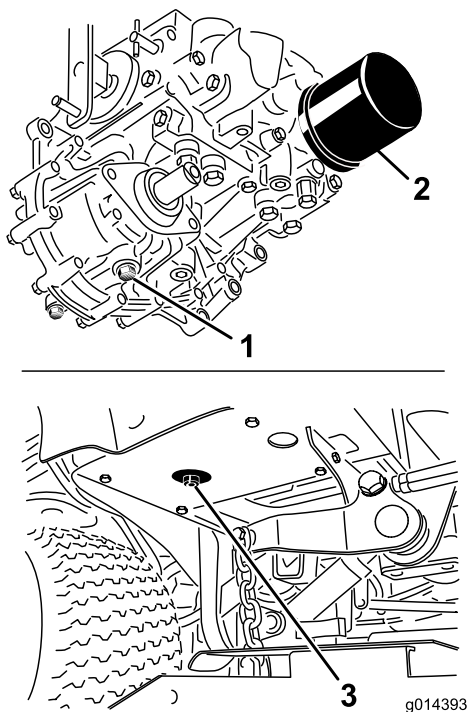

图49
3. 在液压油箱和变速箱下放一个大放油盘拔出排油塞排出所有液压油 图49。
4. 清洁液压油滤清器周围的区域然后取下滤清器 图49。